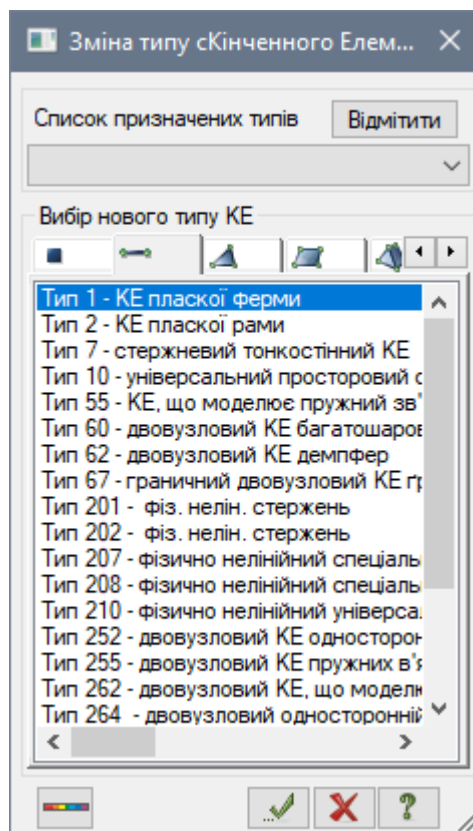

Рис. 3.19. Діалогове вікно Зміна типу скінченного елемента
- Натиснувши на кнопку  – **Зміна типу KE** (панель **Схема** на вкладці **Розширене редагування**) відкрийте діалогове вікно **Зміна типу скінченного елемента** (рис. 3.19).